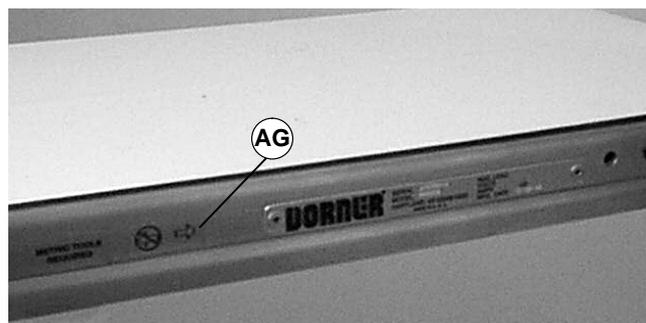
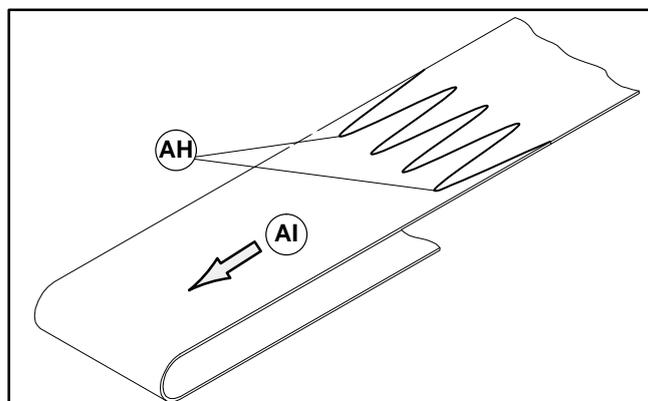

Abbildung 25
Abbildung 26
WICHTIG: Bei einem Flachbandförderer wird der Abstreifer am Abwurfende installiert. Die Laufrichtung des Gurts wird durch eine Pfeilmarkierung an der Seite des Förderers identifiziert (AG siehe Abbildung 25). Bei einem reversierenden Getriebemotor muß ein zweiter unterer Abstreifer am entgegengesetzten Ende installiert sein.
- Das Förderband so ausrichten, daß die Spitzen der Gurtspleißung (AH siehe Abbildung 26) laut Angaben auf dem Etikett (AI) in die Laufrichtung des Gurtes weisen (AG siehe Abbildung 25).
1. Das Förderband so ausrichten, daß die Spitzen der Gurtspleißung (AH siehe Abbildung 26) laut Angaben auf dem Etikett (AI) in die Laufrichtung des Gurtes weisen (AG siehe Abbildung 25).